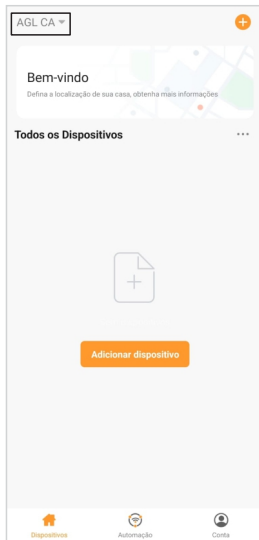

Figura 1
1. En la app **"AGL Home"**, en la esquina superior izquierda, haga clic en la **"flecha hacia abajo"** (figura 1).